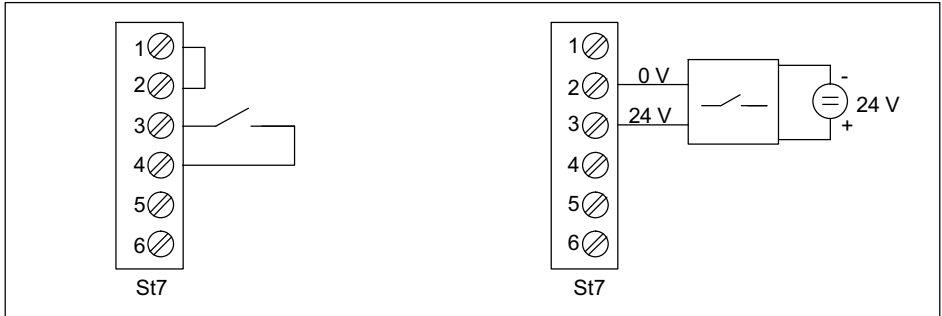

Abb. 5.6 Externe Kontrollsignal-Auslösung
- mit einer externem Taster oder Relaiskontakt an Klemmleiste St7, Klemmen 3 und 4 (*siehe Abb. 5.6*).
- mit einer externen Spannung (5 V...30 V) an Klemmleiste St7, Klemmen 2 und 3 (*siehe Abb. 5.6*). Der Eingang ist über Optokoppler potentialfrei.